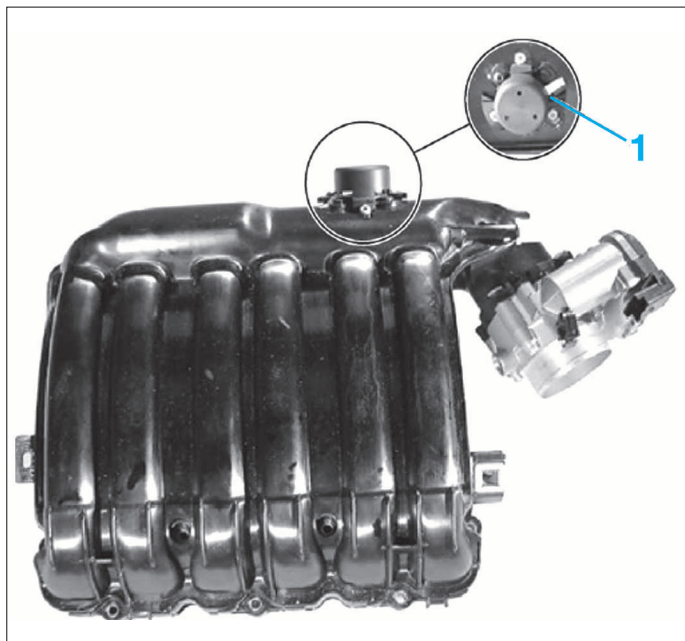

FIG. 18
**COLLECTEUR/RÉPARTITEUR D'AIR D'ADMISSION (FIG.18)**
Un clapet de décharge (1) taré à 1 bar permet d'évacuer la surpression en cas de besoin (Fig.18).